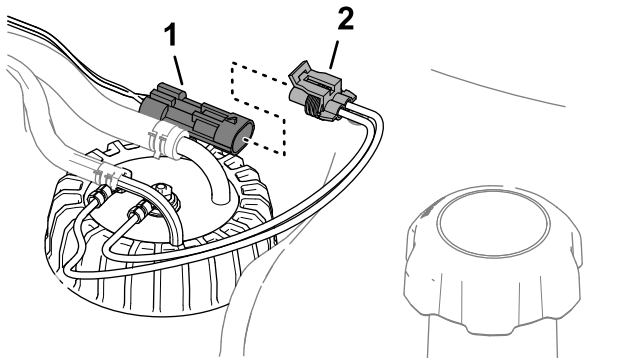

Рисунок 95
- 6. Подсоедините разъем жгута проводов датчика уровня топлива к разъему жгута проводов машины (Рисунок 95).